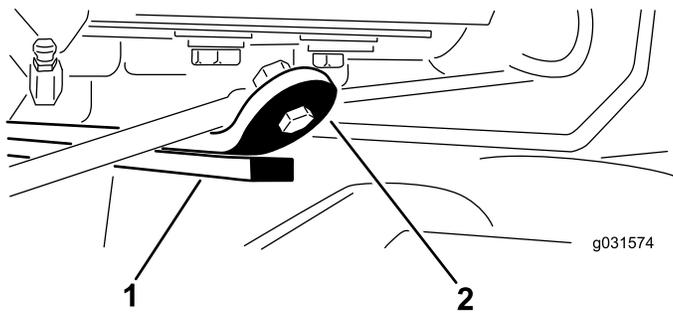

Figura 9
3. Arranque el motor, eleve las unidades de corte y compruebe que la holgura entre la pletina que está encima de la barra de desgaste de la unidad de corte trasera y la pletina de amortiguación es de 0.51 mm a 2.54 mm (0.02" a 0.10"), tal y como se muestra en la Figura 9.